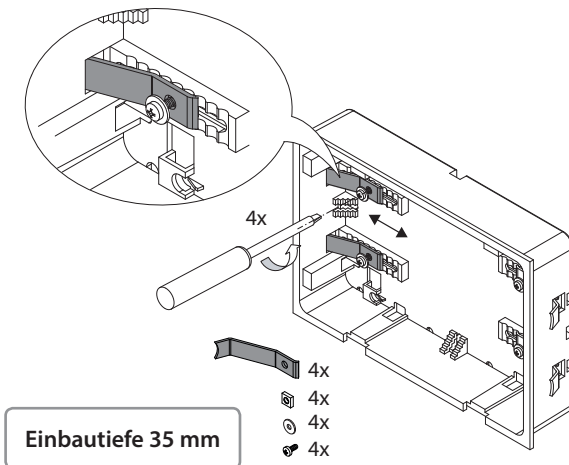

Abb. 9
1. 4 Schrauben an den Klemmsockeln lösen (Abb. 9)